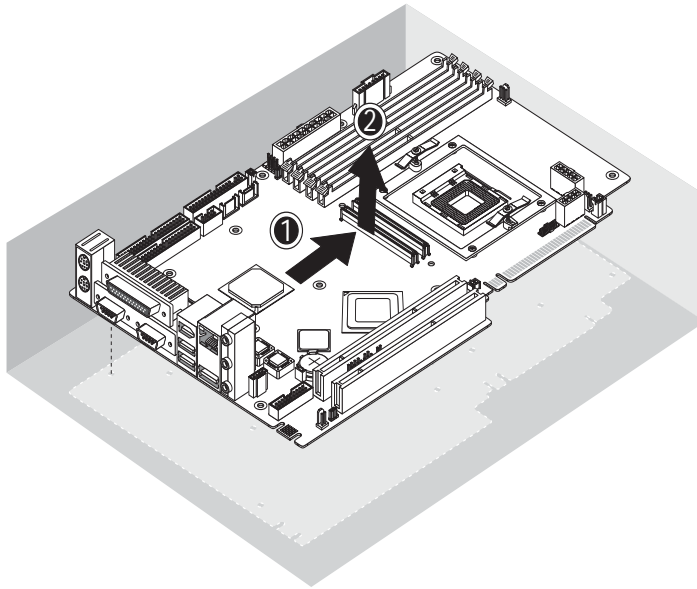

FIGURA 4-30 Retiro de la placa madre del chasis
9. Deslice la placa madre hacia la parte anterior del chasis (véase (1) en la FIGURA 4-30) y luego levántela para retirarla (2).